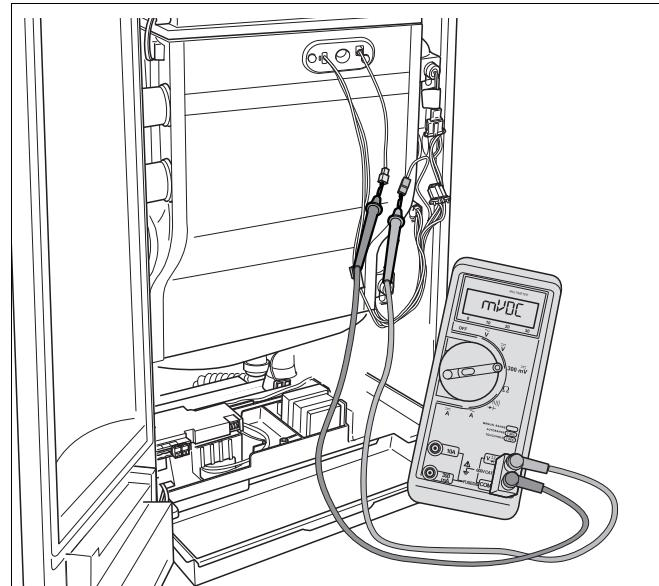

Fig. 74 Misurazione della corrente di ionizzazione
- Collegare in serie il dispositivo di misurazione (fig. 74). Nell'apparecchio di misurazione, selezionare la scala di misura di corrente continua in μA . È necessario che l'apparecchio di misurazione disponga di una risoluzione di almeno 1 μA .